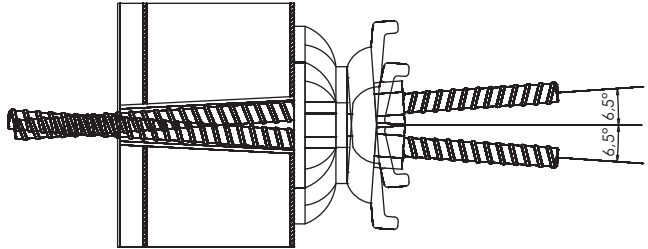

Рис. 8
Коническое отверстие под стяжку позволяет наклонять стяжку во всех плоскостях (рис. 8).
- стяжка установлена под углом с одной стороны (рис. 8а), макс. 6,5°;
- стяжка установлена под углом с двух сторон (рис. 8б), макс. 13°;
- смещение по высоте (рис. 8в), 1,2 см на каждые 10 см толщины стены.
Рис. 8а
Рис. 8б
Рис. 8в